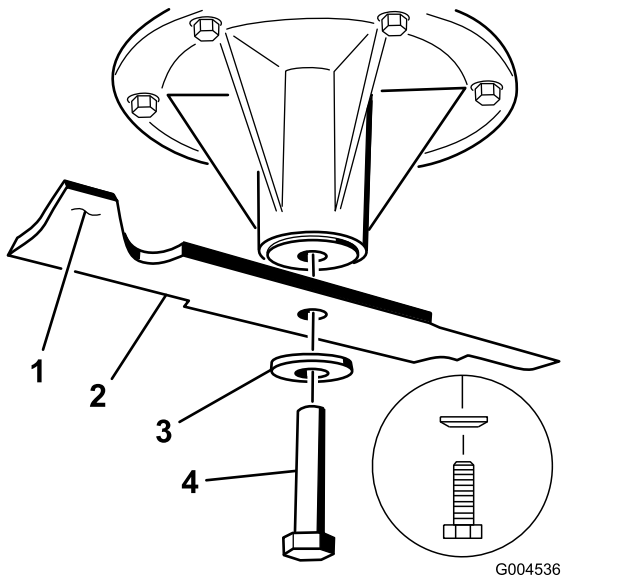

Figura 100
1. Instale la cuchilla en el eje (Figura 100).
2. Instale la arandela de muelle y el perno de la cuchilla (Figura 100).
Nota: El cono de la arandela de muelle debe estar orientado hacia la cabeza del perno (Figura 100).